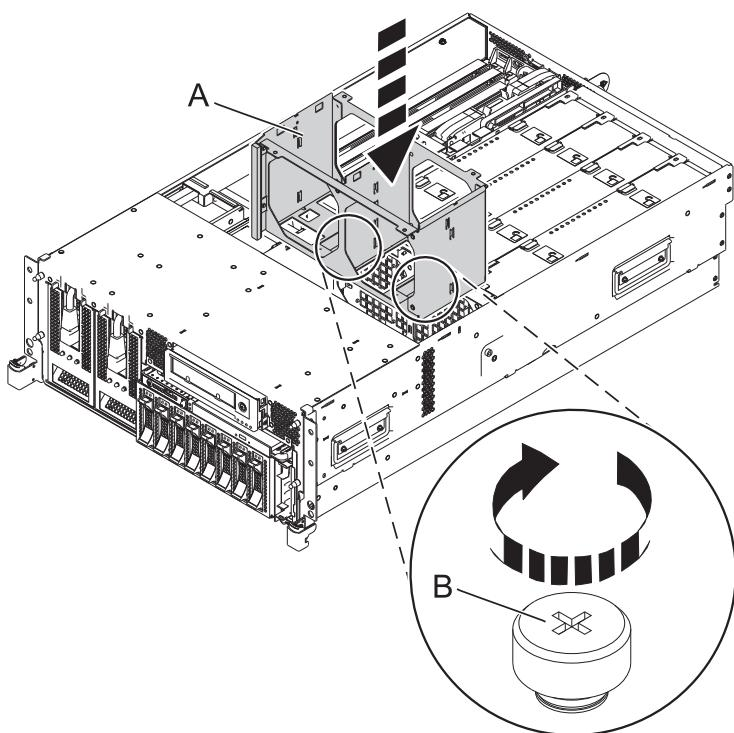

図 15. ファン・ケージの取り替え
9. 次の図に示すように、スリムライン・メディア・デバイスをスロットに挿入し、レバー (B) が所定の位置にロックされるまで押して再取り付けします。
- a. ファン・ケージ (A) を取り替えるには、図 15 に示すように、ロケーター・ピンを穴に通して位置合せしてから、2 つのつまみねじ (B) を締めます。